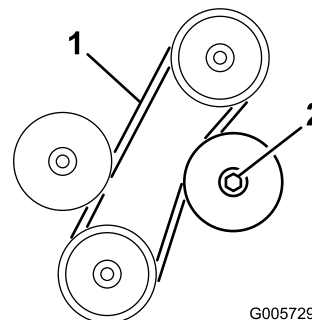

Figura 67
3. La correa debe tener una desviación de 6 mm en el punto intermedio entre las correas al aplicar una fuerza de 22 N (Figura 67). Si la desviación no es correcta, siga con el paso 4. Si es correcta, vaya al paso 5.
4. Afloje la contratuerca que sujeta la polea tensora ajustable (Figura 67). Empuje la polea tensora contra la correa hasta obtener la desviación correcta, luego apriete la contratuerca de la polea tensora (Figura 67).
2. Afloje la contratuerca que fija la polea tensora ajustable, aparte la polea de la correa, y retire la correa de las poleas (Figura 67).
3. Instale la correa nueva y ajuste su tensión. Empuje la polea tensora contra la correa hasta obtener una desviación de 6 mm aplicando una fuerza de 22 Nm en el punto intermedio entre la polea superior y la polea tensora fija. Apriete la contratuerca de la polea tensora para afianzar el ajuste (Figura 67).